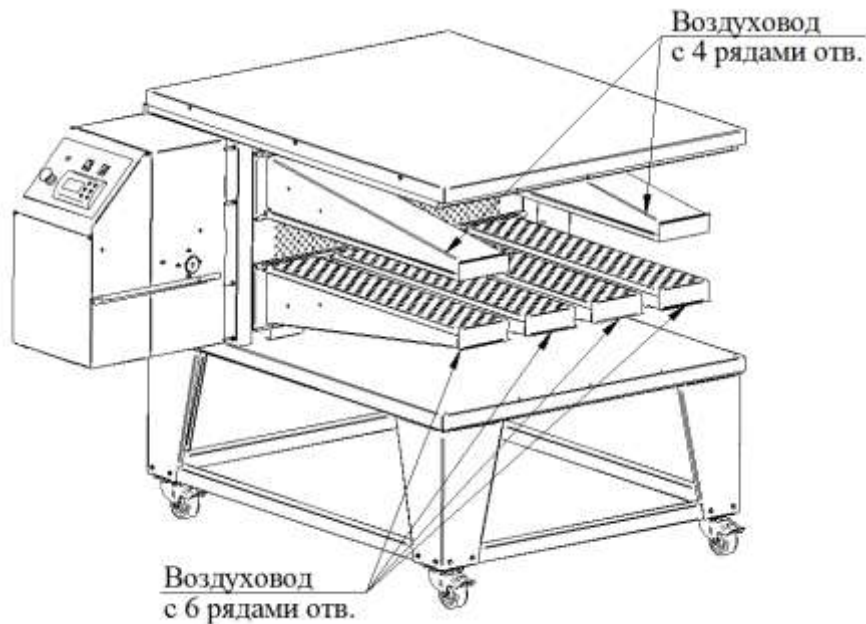

Рис. 15
6. Установить все снятые элементы в обратной последовательности. Заводская схема установки воздуховодов указана на Рис. 15.